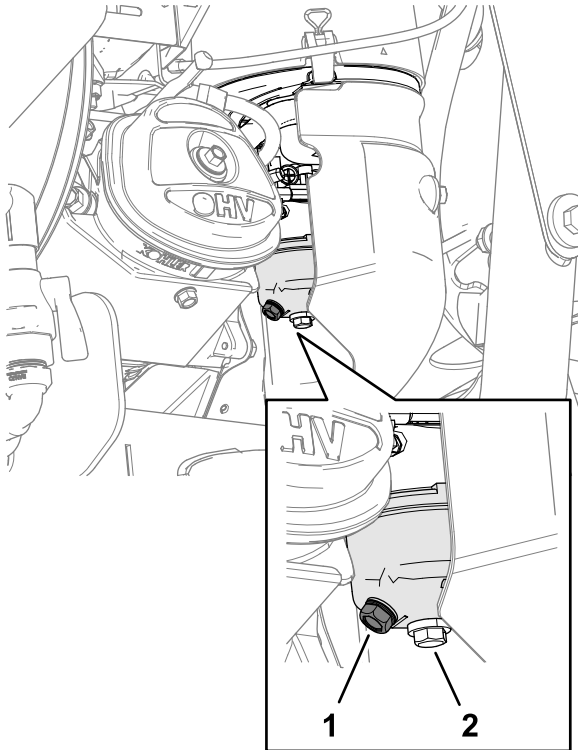

Figura 85
2. Localice el perno de vaciado situado en el orificio lateral de la cuba del carburador (Figura 85).